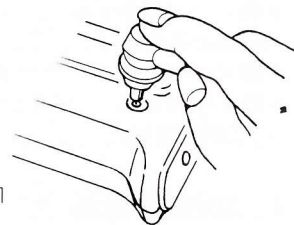

図21
3. フラッシュと露出計のシンクロターミナルとをシンクロコードで接続してください。(図21)